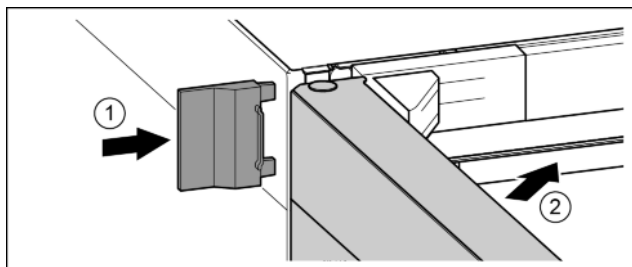

Fig. 19
- ▶ Nataknite vanjski pokrov. Fig. 19 (1)
- ▶ Zatvorite gornja vrata. Fig. 19 (2)